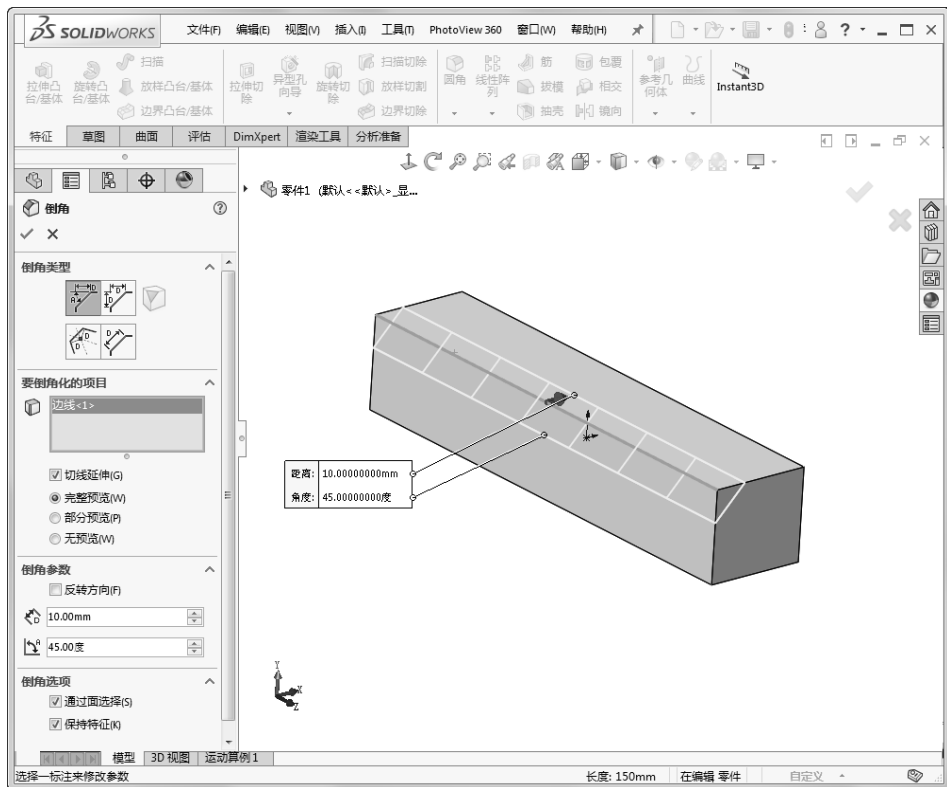

图 6-29 设置倒角参数
3) 单击（边线、面和环）图标右侧的列表框, 然后在图形区选择边线、面或顶点, 设置倒角参数, 如图 6-29 所示。